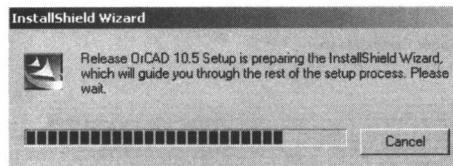
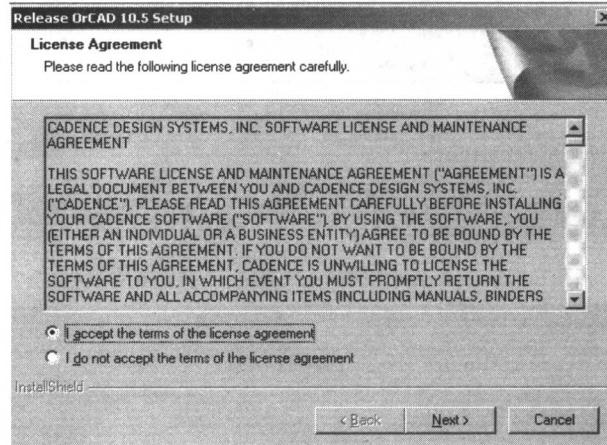

图 1.2.1 准备安装界面
图 1.2.2 许可证书认证界面
(1) 打开光盘,双击“setup.exe”文件,会弹出如图 1.2.1 所示的准备安装界面,之后会出现许可证认证界面,如图 1.2.2 所示。
(2) 在图 1.2.2 中选择“I accept the terms of the license agreement”,点击“Next”按钮,系统正式开始安装程序。